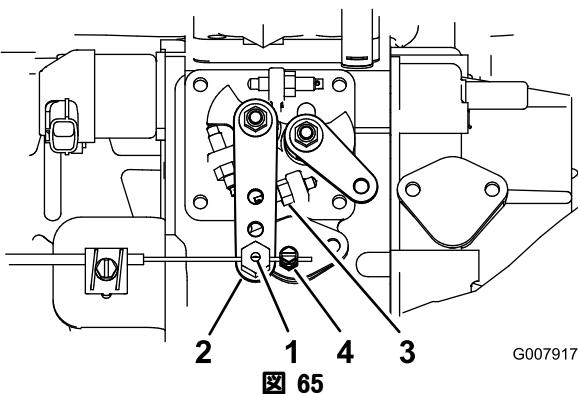

図 65
3. インジェクションポンプレバーのアームをハイアイドルストップに当てる (図 65)。
2. 燃料噴射ポンプのレバーの隣にあるスロットルケーブルのコネクタをゆるめる (図 65)。